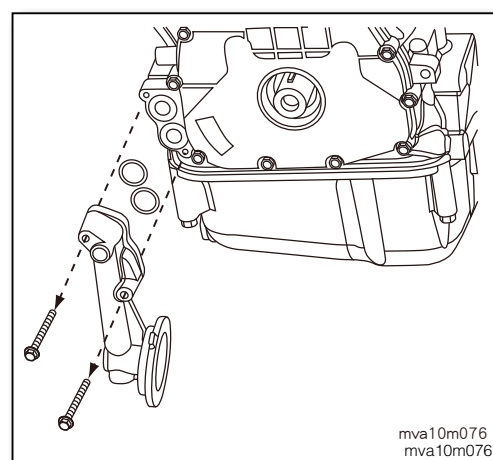

图6
- 密封圈涂抹机油后，置入下曲轴箱沟槽内(如图6)。
- 安装机油滤芯转接座于下曲轴箱上(如图6)。